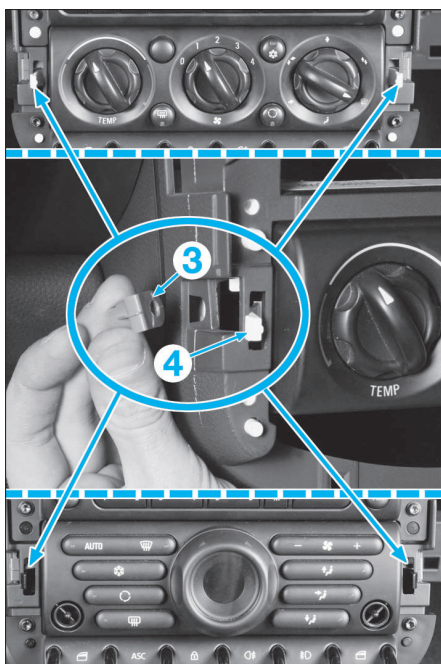

FIG. 7
- De chaque côté du panneau de commande, déposer les agrafes (3) puis libérer les ergots de maintien (4). Repousser le panneau de commande afin de dégager les ergots (Fig.7).